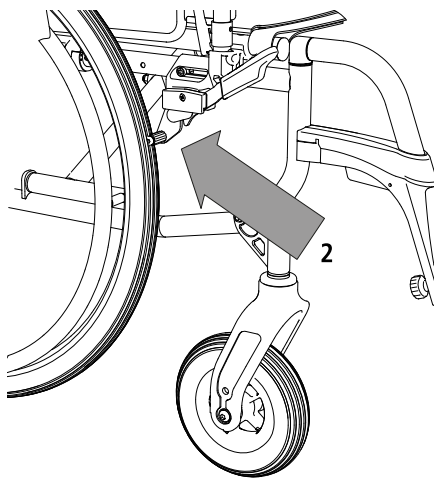

fig.25
2. Spingere ancora la leva del freno fino a percepire lo scatto (2, fig. 25).